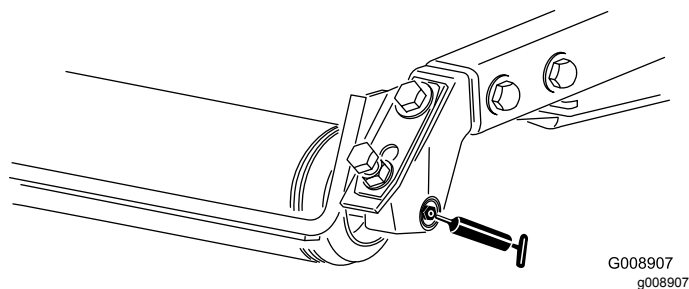

Figura 38
- Cuscinetti a rulli posteriori (2 per apparato di taglio) – Figura 38